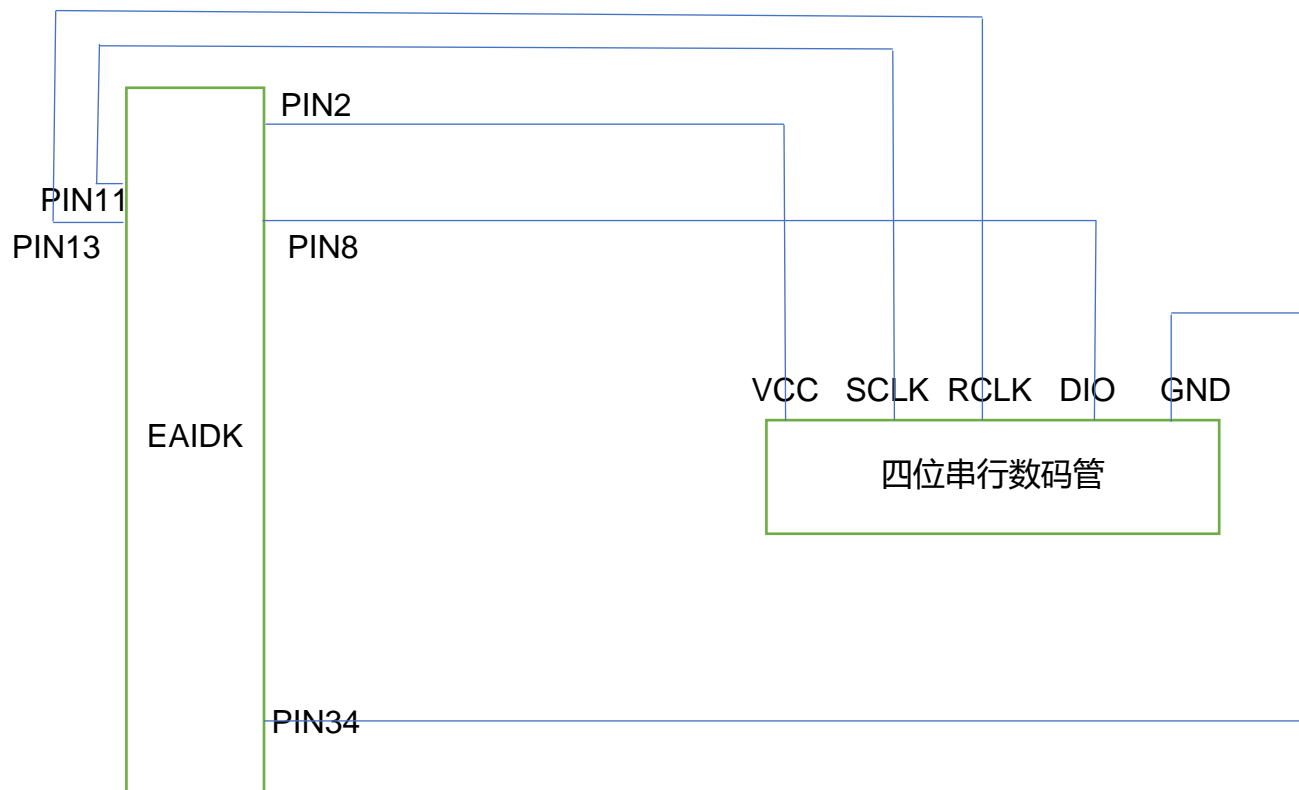

图 5-8 数码管实例电路图
- 6、 按照图 5-8 连接好电路。运行 sudo ./gpio -c 2, 可演示点亮数码管实例。可以观察到数码管显示 1234。